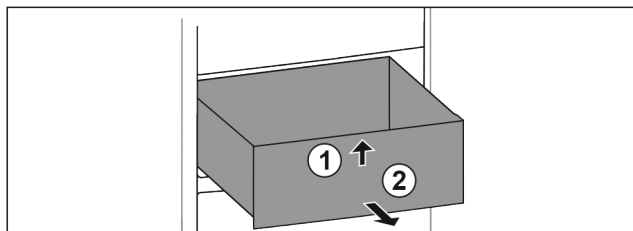

Fig. 68
- ▶ Повдигнете чекмеджето отпред. Fig. 68 (1)
- ▶ Извадете чекмеджето напред. Fig. 68 (2)